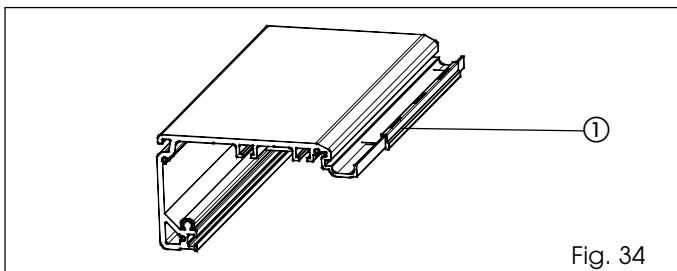

Fig. 34
•Breng 3 afstandstukken (fig. 34 ref. ①) aan op de buitenrand van het steunprofiel, en plaats hen aan de uiteinden en in het midden.